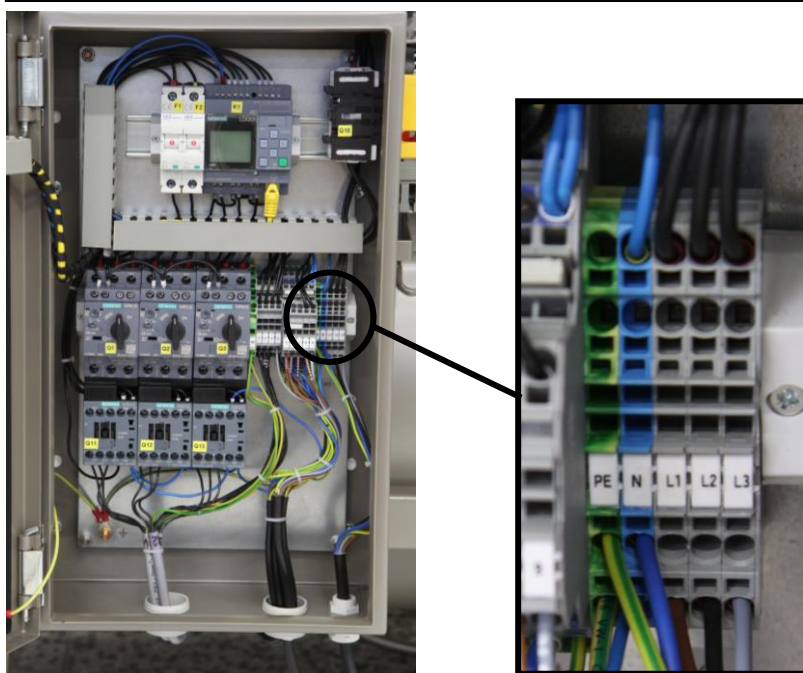

Рис. 11
- Подключите отдельные провода шнура питания к клеммам питания L1 (черный), L2 (коричневый), L3 (серый), N (синий) и PE (зеленый-желтый) (рис. 11).